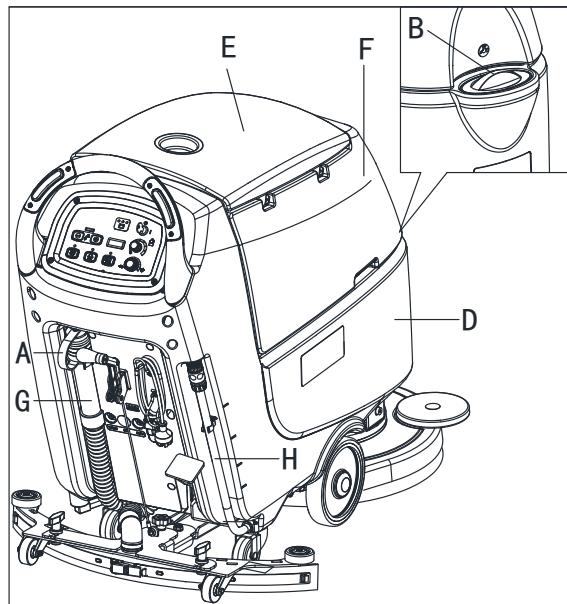

Figura 7
1. Abra la boca de llenado (B, Figura 7).
2. (Para máquinas sin Sistema de Mezclado Químico) Utilice la boca de llenado delantera (B) y/o la boca de llenado posterior (H) para llenar el depósito (D) con una solución adecuada para el trabajo a realizar. Rellene hasta la marca de referencia "1" de la manguera de control del nivel (H). Siempre siga las instrucciones sobre la disolución en la etiqueta del producto químico usado para preparar la solución. La temperatura de la solución no debe exceder los +104°F (+40°C).